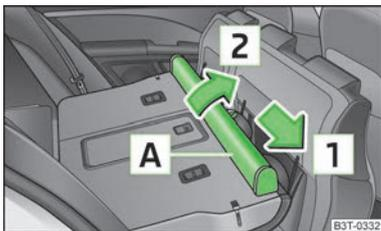

Abb. 80
- Das Netztrennwandgehäuse **A** » Abb. 80 in Pfeilrichtung **1** schieben und aus der Aufnahme der Rücksitze in Pfeilrichtung **2** herausnehmen.
- Das Netztrennwandgehäuse entgegen der Pfeilrichtung **1** » Abb. 80 bis zum Anschlag schieben.